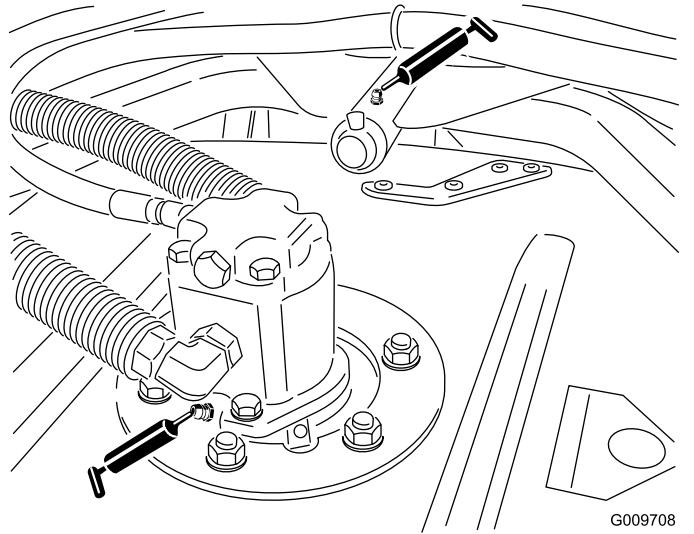

Figura 40
- Rolamentos do veio do eixo da unidade de corte (2 por unidade de corte), como se mostra na Figura 40
- Casquilhos do braço de suporte da unidade de corte (1 por unidade de corte), como se mostra na Figura 40